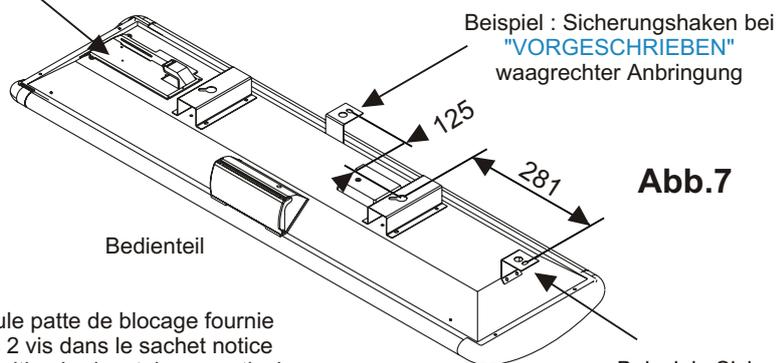

Abb.7
- ① Die in Abb. 7, 8, 9 und 10 angegebenen Mindestabstände zum Boden, zu den Wänden, Gardinen usw. beachten
- ② Die 2 Bohrungen ausführen und Dübel 8 einsetzen, Wahl der Dübel je nach Art der Wand.
- ③ Gerät mit 2 Schrauben 4,5 bis 5,5 an der Wand befestigen und das Loch für die Sicherungsschraube markieren.
- ④ Gerät wieder entfernen, an der Markierung die Bohrung ausführen, Dübel 8 einsetzen, Gerät wieder anbringen und die Sicherungsschraube 4,5 bis 5,5 eindrehen.